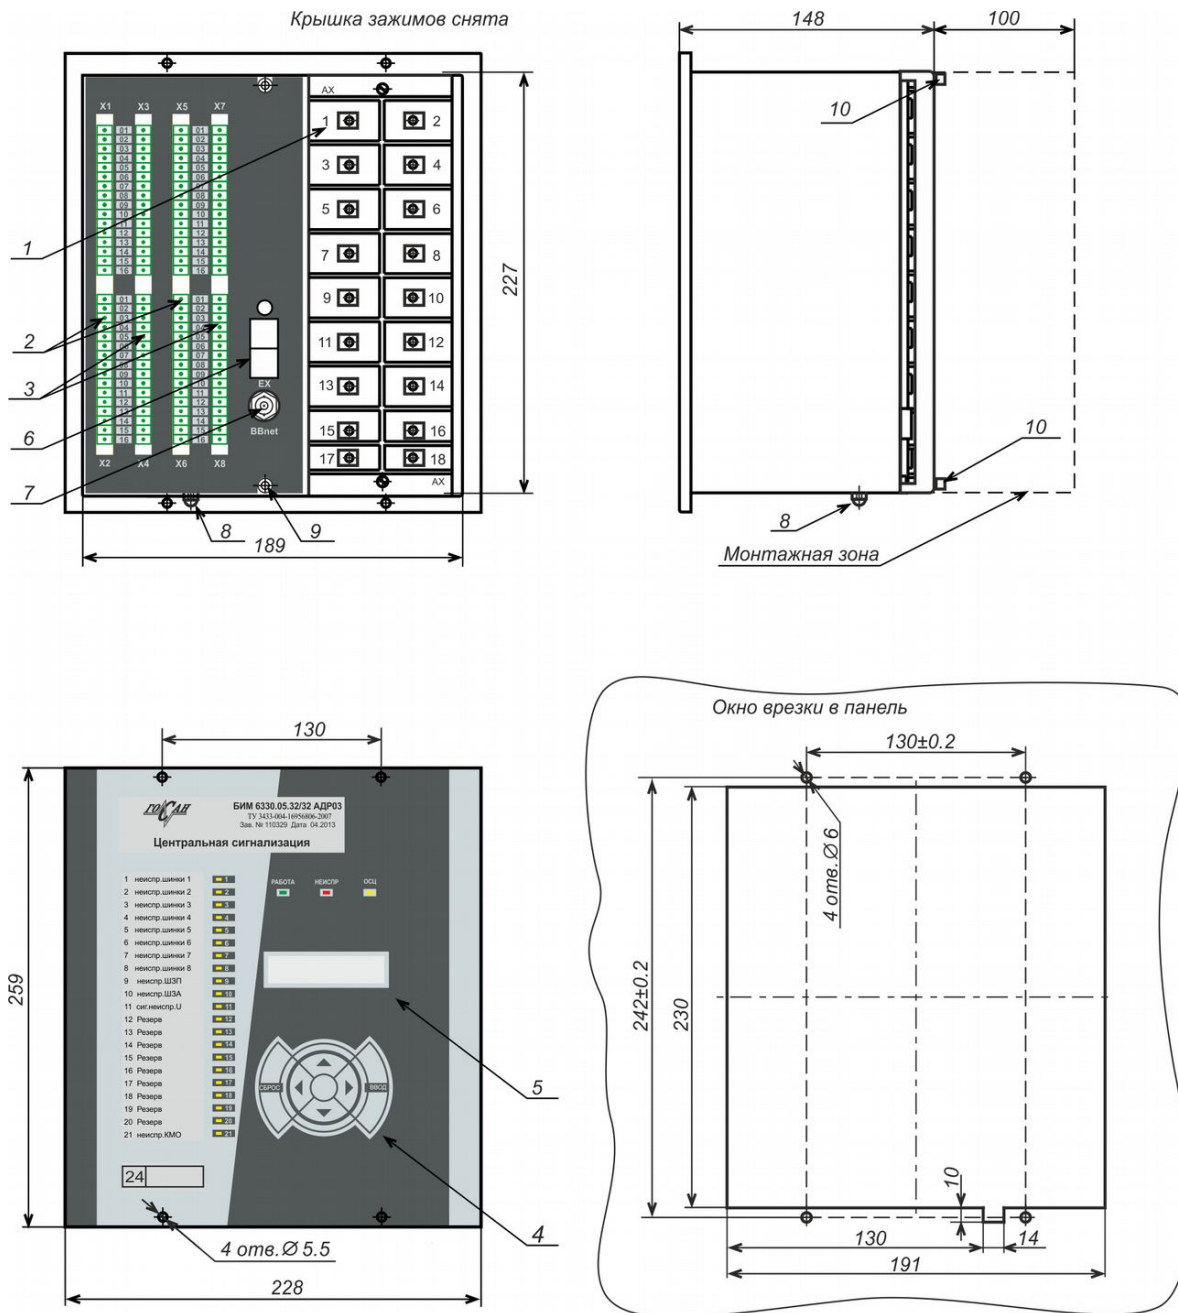

Рис. 4 Общий вид модификации БИМ 6XXX – 32 дискр. входа, 32 дискр. выхода
БИМ 6XXX – для врезки в панели и дверцы шкафов, с монтажом цепей с тыльной стороны (рис. 4), с количеством дискретных входов и выходов 32/32. Выполнен в едином корпусе. На лицевой стороне корпуса находится блок индикации с символьным дисплеем (5) и клавиатурой (4). На тыльной стороне корпуса расположены блок клеммных зажимов аналоговых цепей и питания AX1-AX18 (1), разъёмы дискретных входов X1-X2 (2), разъёмы дискретных выходов X3-X4 (3), разъём интерфейса Bbnet (7) и разъёмы канала межмодульного обмена (6). Винт заземления терминала (8) расположен на нижней стороне корпуса.